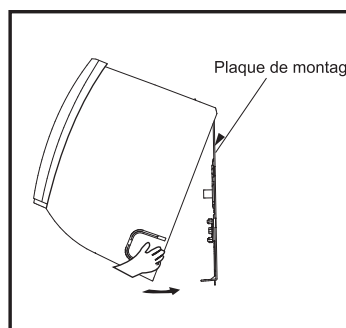

Fig. 8
- Accrochez l'unité sur la plaque de montage (Fig.8).